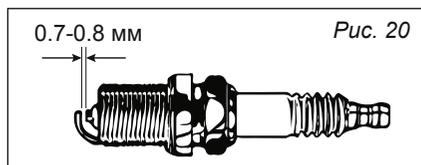

Рис. 20
3. Измерьте зазор свечи щупом для измерения зазоров. Отрегулируйте расстояние, сгибая боковой электрод. Зазор должен быть 0,70–0,80 мм (рис. 20).